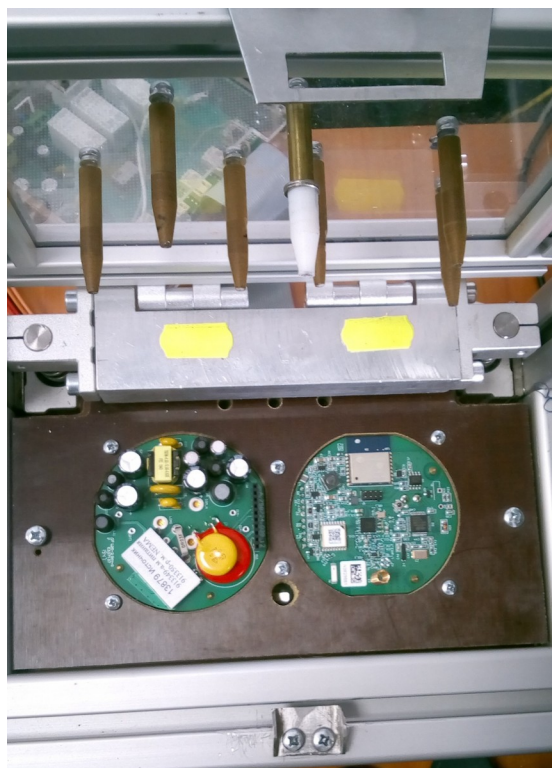

Рисунок 4
- ✓ плат питания и плат управления **Nema** (Рисунок 4)